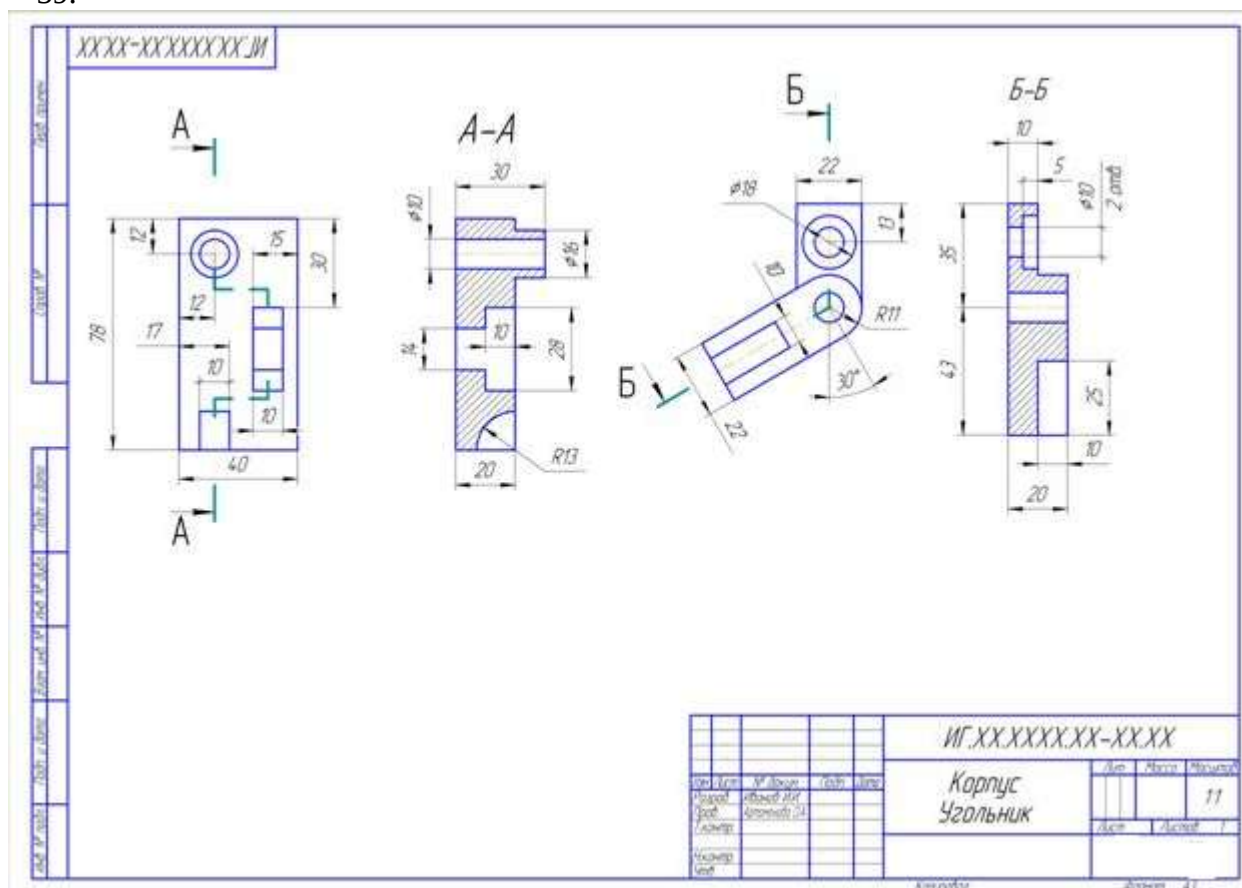

Рисунок 39 - Пример оформления графической работы
3. Выполните задачу 3, заменив вид спереди или слева ломанным разрезом, см. рис. 39.